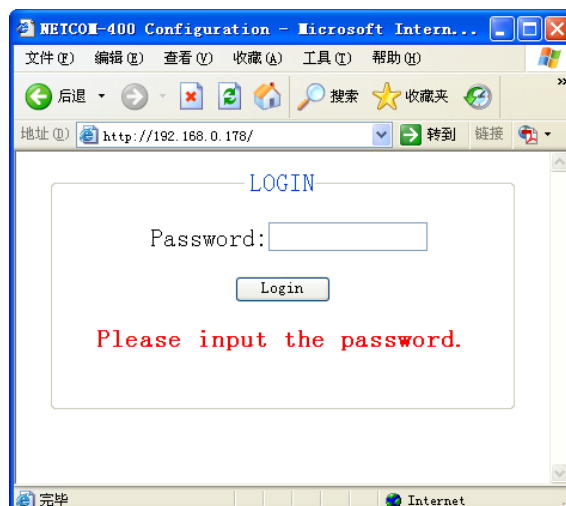
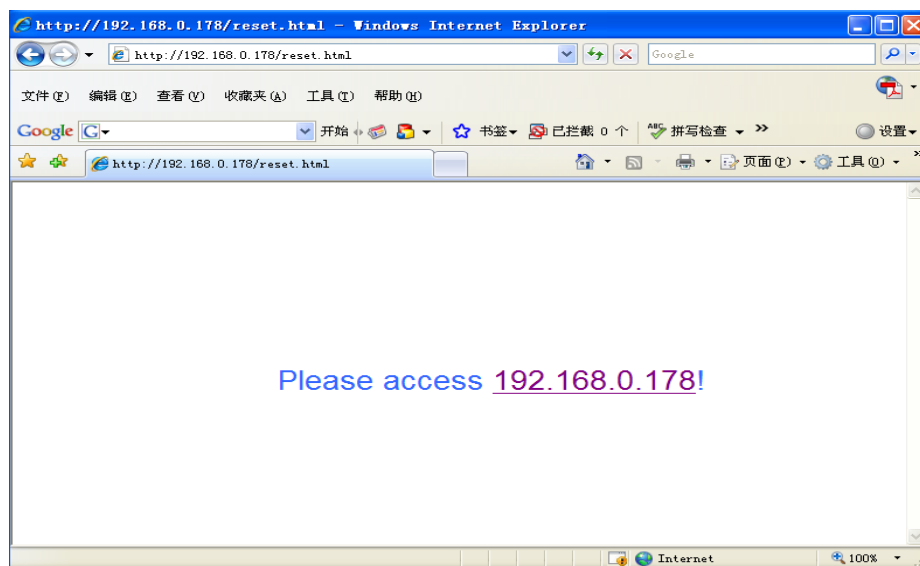

图 7.2 Web 配置登录界面
图 7.7 重启设备
打开 IE 浏览器，在地址栏输入 IPort-2 模块 IP 地址①，出现如图 7.2 所示的登录界面。
点击 **reset device** 重新重启设备，并出现如图 7.7 所示的页面。点击网页中带下划线的 IP 地址即可打开如图 7.2 所示的登录界面。